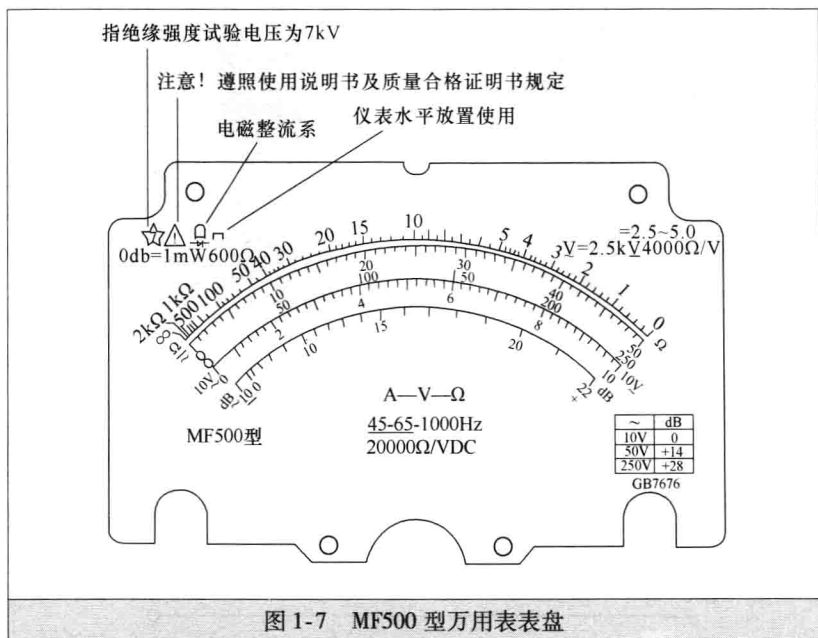

图 1-7 MF500 型万用表表盘
2) 表盘。表盘上有大量的符号和多条刻度线。图 1-7 所示是 MF500 型万用表的表盘。